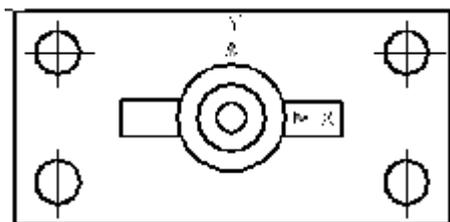
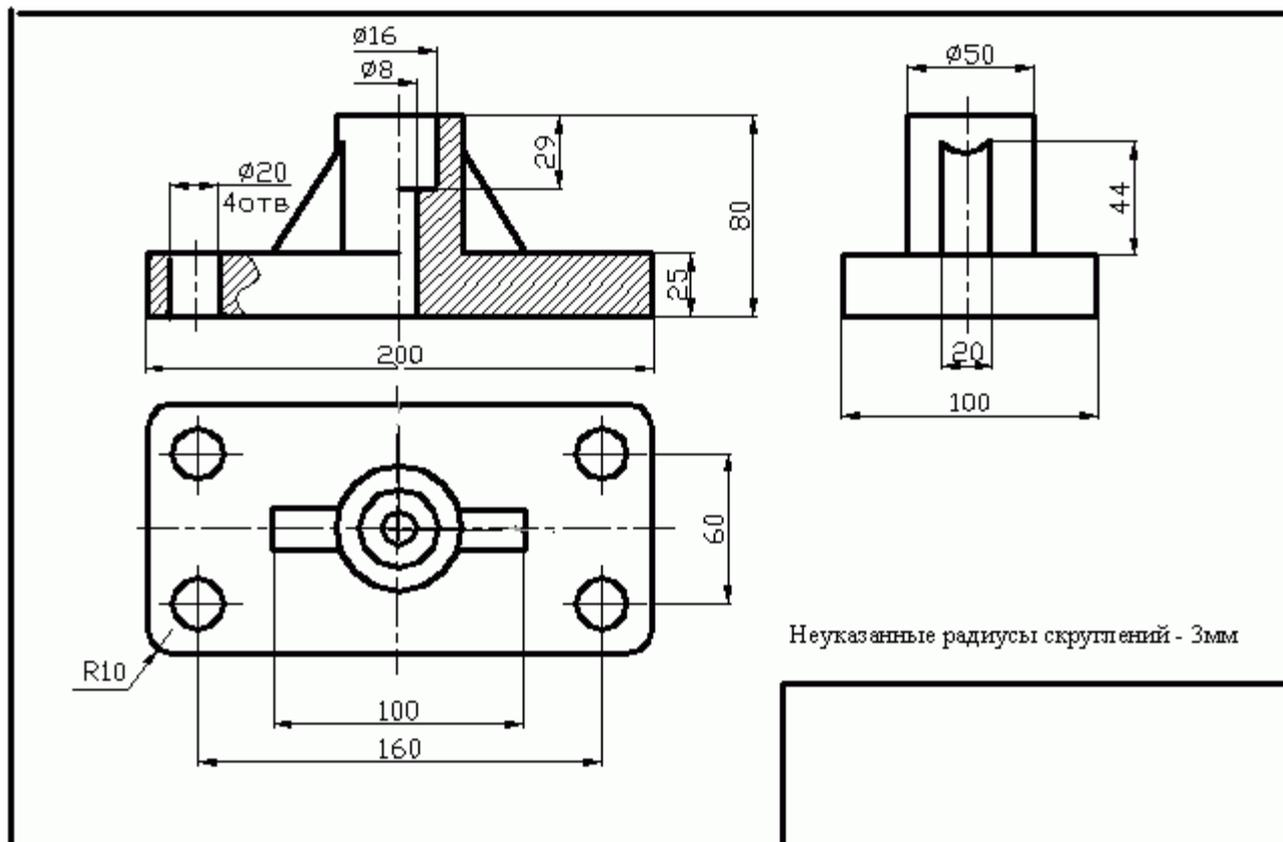

Рис. 4.2. Положение пользовательской системы координат вида сверху
Рис. 4.8. Пример выполнения задания
Практическая работа: посвящена выполнению задания «Разрезы простые» (см. рис. 4.8).
Получение изображений видов задания «Разрезы простые» (см. рис. 4.8) при вычерчивании его элементов упрощается использованием ПСК. ПСК эта система координат, имеющая свое начало и свою ориентацию, что делает её более эффективной. В одном чертеже можно задавать и хранить произвольное количество ПСК. Для создания пользовательской системы координат необходимо
На рис. 4.2 приведен пример задания ПСК при формировании изображения вида сверху предмета (см. рис. 4.8). При этом необходимо: 1 - ввести команду ПСК; 2 – задать опцию **N**; 3 – задать графическим курсором начало координат; 4 – задать две точки на положительной части системы координат.
Практическая работа посвящена выполнению задания «Разрезы простые» (см. рис.4.8). Исходными данными является изображение главного вида и вида сверху детали в папке исходных данных к лабораторным работам. Работа выполняется в следующей последовательности:
- 4.5.3 Установить ПСК связанную с видом сверху (см. рис. 4.2);
- 4.5.4 Построить вид сверху по исходным данным (см. рис. 4.2);
4.5.7 Выполнить изображение штриховки на месте разреза. Выполнить местный разрез (см. рис. 4.8);